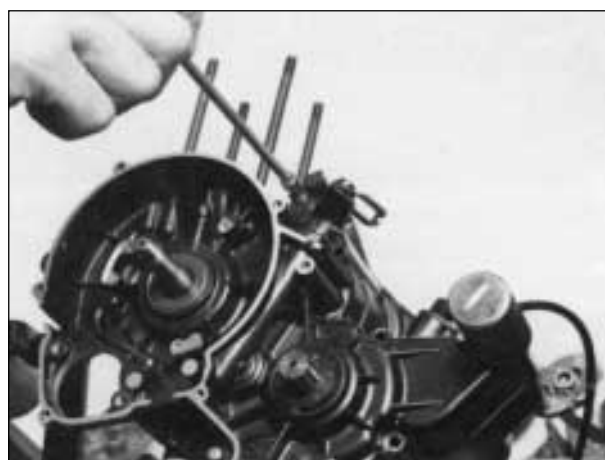

Fig. 20
- 20) TOGLIERE le 13 viti di unione dei due semicarteri (Fig. 20).
- 20) REMOVE the 13 screws joining the two crankcases (Fig. 20).